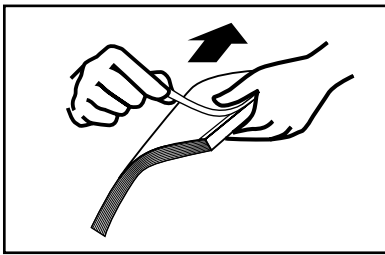

ABBILDUNG 14
6. Nehmen Sie Ihr gebundenes Dokument aus dem Kühlständer und ziehen Sie den Streifen der Vorderseite am Binderücken ab (siehe Abbildung 14). Wenn die Folie sich noch nicht leicht ablösen lässt, könnte das Buch noch zu warm sein. In diesem Falle stellen Sie es zurück in den Kühlständer und versuchen Sie es nach ein paar Minuten erneut.